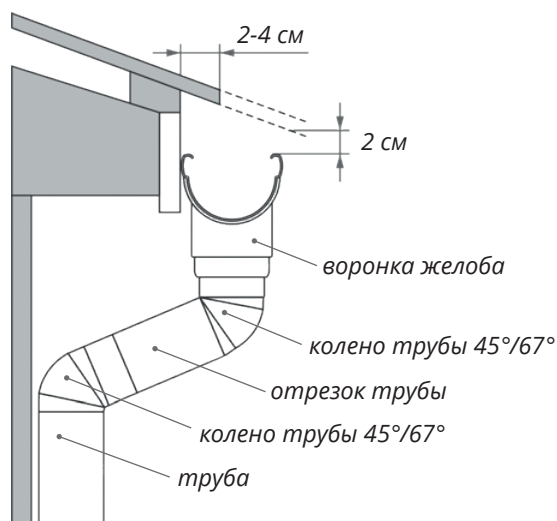

Рисунок 17
Для крепления трубы к стене можно использовать пластиковые хомуты трубы Lite (рис.17), Kliker (рис.18) или металлические хомуты для дерева или камня.
- Хомут трубы Lite (рис. 17) стягивается при помощи саморезов «клоп» 11x3,9 (3,5) мм (в комплект не входят).